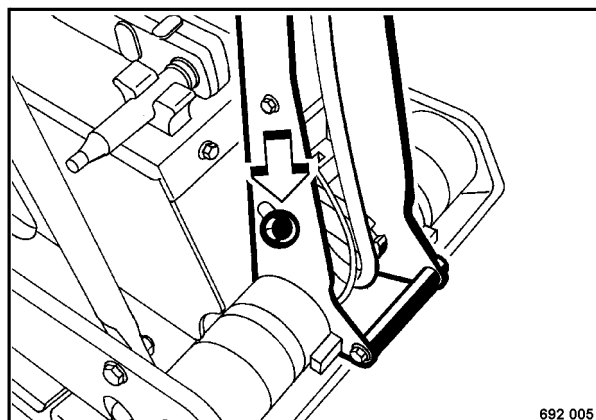

Fig. 1
- Apretar la palanca de trinquete (Fig. 1) en la dirección de la flecha, y abatir la barra de tracción hacia abajo, de modo que la barra de tracción puede moverse libremente.